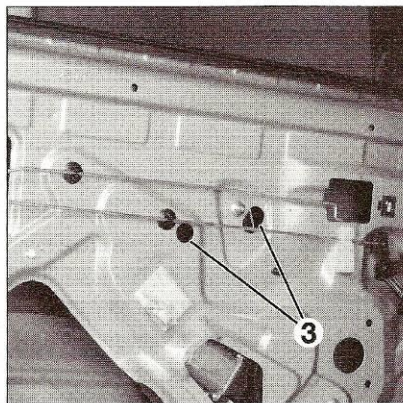

Fig. 61
- Serrer les vis (1) par les orifices (3) (Fig.61).